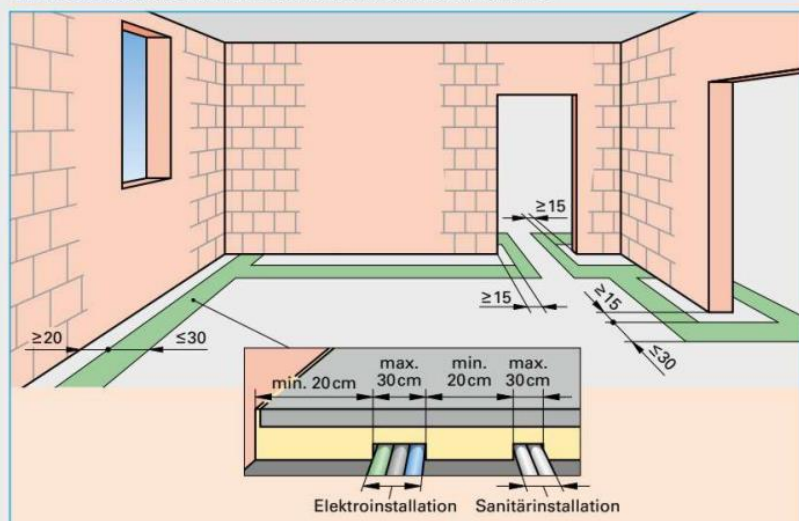

Bild 3: Installationszonen auf der Decke (Estrich)
Leitungsführung (Bild 3) auf der Decke (Beispiele):
- Elektrische Leitungen oder Installationsrohre werden parallel zu den Wänden verlegt (**Bild 3**).